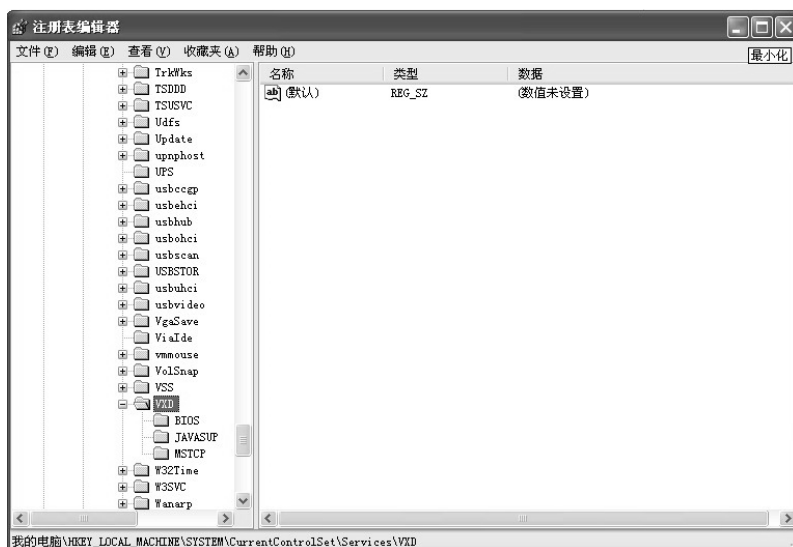

图 13-7 删除注册表中指定分支下的相应键值
(1) 内存超频引起。内存使用非正常的总线频率、内存延迟时间设定错误、内存混插等都容易引起计算机蓝屏现象，这类错误的发生没有规律可循。解决的方法就是让内存工作在额定的频率范围内，并且在使用内存时最好选用同一品牌、同一型号。
(2) 硬件散热引起。当机器中的硬件过热时也会引起蓝屏。这一类故障，往往都会有一定的规律。例如，一般会在机器运行一段时间后才出现，表现为蓝屏死机或是突然重新启动。解决的方法就是除尘、清洁风扇，更换散热装置。
(3) 硬件兼容引起。兼容机也就是现在流行的 DIY 组装的机器，其优点是性价比高，但缺点是在进行组装的时候，由于用户没有完善的检测手段和相应的检测知识，无法进行一系列的兼容性测试，如将不同规格内存条混插引起故障。由于各内存条在主要参数上的不同而产生蓝屏。
(4) I/O 冲突引起。一般由 I/O 冲突引起的蓝屏现象比较少, 如果出现, 可以从系统中删除带 “!” 或 “?” 的设备名, 然后重新启动即可。
(5) 内存不足引起。有的应用程序需要系统提供足够多的内存空间, 当主内存或虚拟内存空间不足时就会产生蓝屏。解决的方法是关闭其他暂时不用的应用程序, 删除虚拟内存所在分区内无关的文件以增加虚拟内存的可用容量。
(6) 卸载程序引起。在卸载某程序后, 系统出现蓝屏, 这类蓝屏一般是由于程序卸载不完善所造成的。解决方法是首先记录出错的文件名, 然后到注册表中指定的分支, 将其中的与文件名相同的键值删除即可, 如图 13-7 所示。